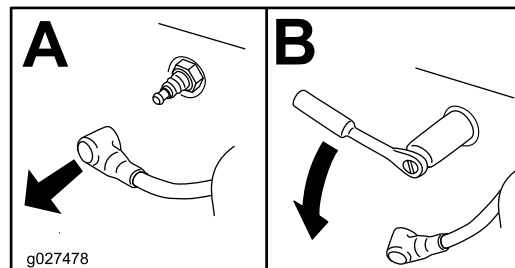

Figura 43
4. Retire a vela de ignição (Figura 43).